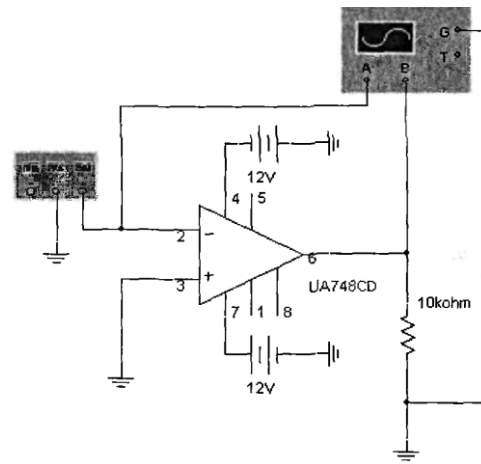

Рисунок 10
1. Смоделируйте схему детектора, изображенную на рис. 10. Включите схему.